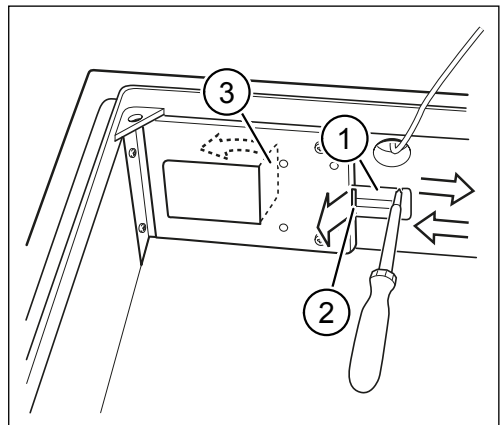

Abb. 35: Schmelzlot entfernen
- ▶ Ziehen Sie den Schieber (Pos. 1 in Abb. 35) mit einem Schlitzschraubendreher nach rechts, bis das Schmelzlot (Pos. 2 in Abb. 35) herausfällt.
- Die Klappe (Pos. 3 in Abb. 35) muss sich schließen.